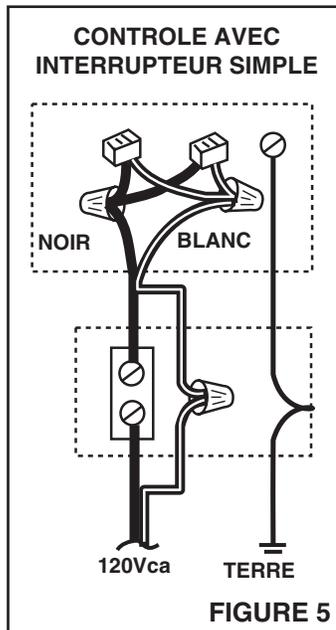
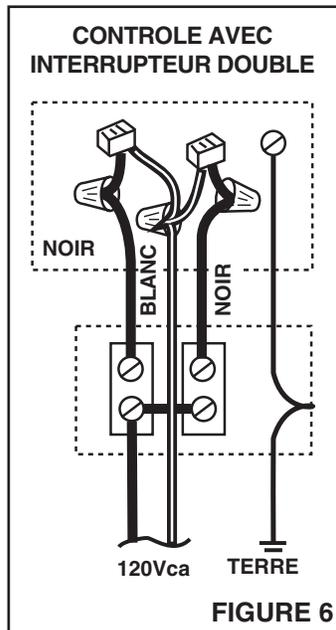

FIGURE 5
FIGURE 6
Se référer aux figures 5 et 6.
4. Si un seul interrupteur est utilisé pour contrôler le ventilateur et la lumière, effectuez les câblages comme montré sur la figure 5. Si un double interrupteur est utilisé pour un contrôle séparé du ventilateur et de la lumière, effectuez les câblages comme montré sur la figure 6.
Se référer aux figures 5 et 6 pour les câblages et à la figure 4 pour la canalisation. Prévoyez la canalisation et les câblages avant de procéder à l'installation.